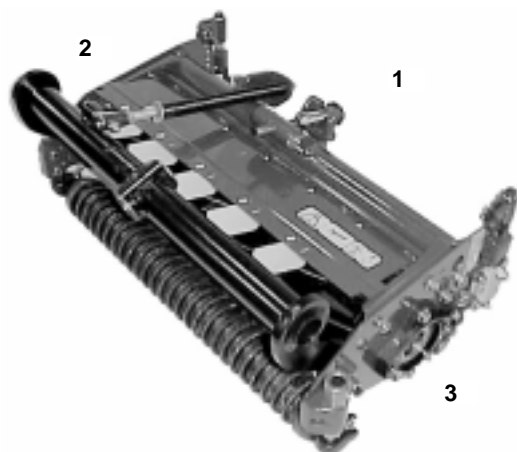

Figure 2
**Note :** les références à la droite ou la gauche de l'unité de coupe sont faites du point de vue de l'utilisateur lorsqu'il se tient devant le rouleau arrière (Fig. 2).